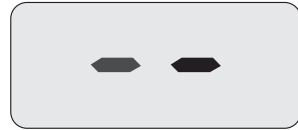
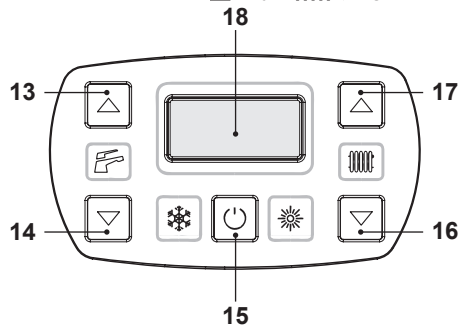

Figura 6.5
Figura 6.6
incluido en la instalación. La pantalla LCD mostrará el símbolo  (Figura 6.5).
- Mantenga pulsado durante 2 segundos el botón 15 hasta que aparezcan en la pantalla los símbolos  y , Figura 6.6.
- Apague la caldera manteniendo pulsado durante 2 segundos el botón 15 (Figura 6.6) hasta que aparezca en la pantalla LCD el símbolo  (Figura 6.5).